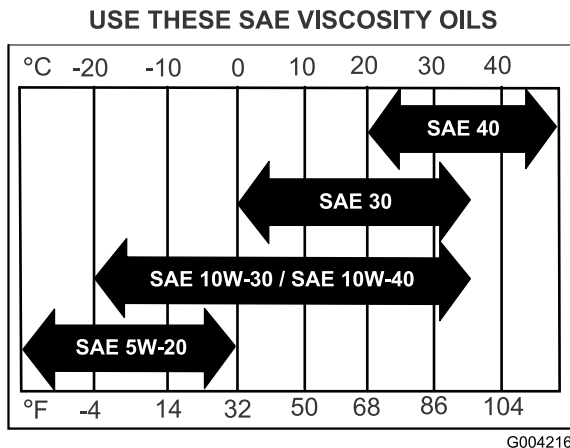

Figure 31
4. Remplissez le carter moteur de l'huile spécifiée; voir Figure 31.